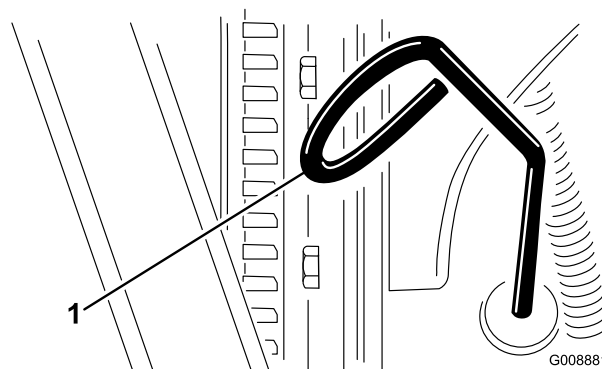

図 35
2. ディップスティック (図 35) を抜き、ウェスで一度きれいに拭く。